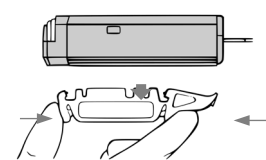

図 4
- d) スペーサーの両端を強くつまみ、スペーサーをニードルから取り外す (図 4)。
e) スパーサーの両端を強くつまみ、ニードルからスパーサーを取り外す（図4参照）。